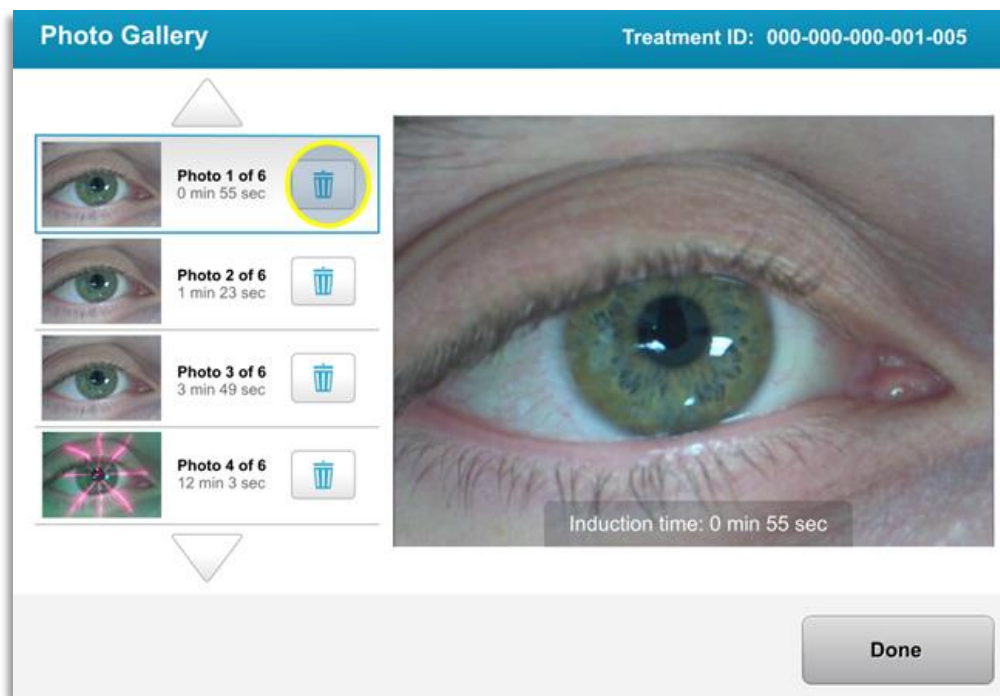

Figura 3-33. Selectare „Coș de gunoi” (Trash) pentru ștergere
- În galeria foto, selectați icoana „coș de gunoi” de lângă imaginea ce urmează a fi ștearsă, ca în Figura 3-33.